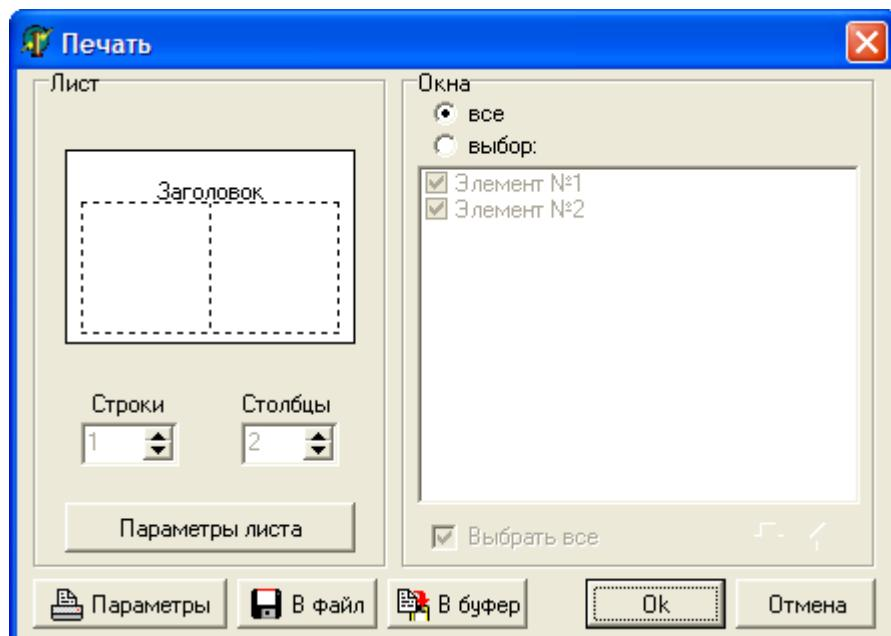

Рис. 22. Окно «Печать».
- кнопка «Печать» выводит окно «Печать» (см. рис. 22). В данном окне производятся настройки печати того сигнала, на панели управления которого была нажата кнопка «Печать». Окно «Печать» состоит из двух меню: «Параметры листа», «Окна» и четырех кнопок «Параметры», «Сохранить в файл», «Печать», «Отмена».
Меню «**Параметры листа**» отвечает за общий вид распечатанного листа, который предварительно отображается в данном меню (см. рис. 22). При активизации пунктов «**Заголовок**» и «**Поля**» на лист печати будут выведены соответственно информация о номере элемента, с которого была запущена печать и графики с полями. В пунктах «**Строки**», «**Столбцы**» задается количество строк и столбцов, на которое будет разбит лист печати.
- для печати всех элементов в «**Окне выбора элементов**» необходимо выбрать пункт «**Все**» нажатием левой клавиши мыши. Лист печати автоматически будет разбит на столько строк и столбцов, сколько элементов в данном замере (в данном случае (см. рис. 22) лист печати будет разбит на два столбца, где, в левом столбце распечатаются элемент №1, в правом – элемент №2.);